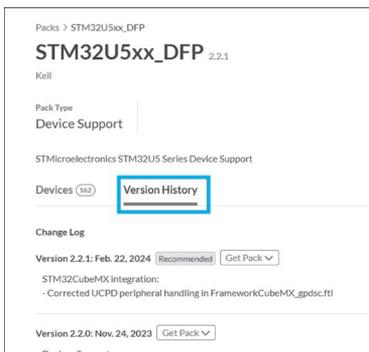
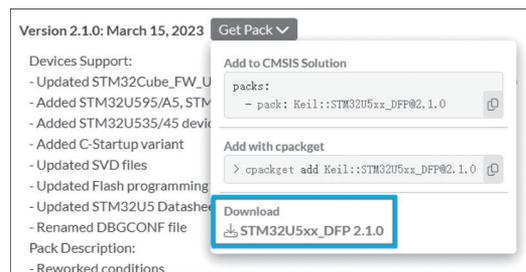

图 3.14 固件包历史版本页面
图 3.15 STM32U5xx_DFP 2.1.0 固件包下载页面
(8) 在 Version History 中选择一个较老的版本,以便适应老版本的 MDK,如图 3.14 所示。这里选择 2.1.0 版本,如图 3.15 所示。